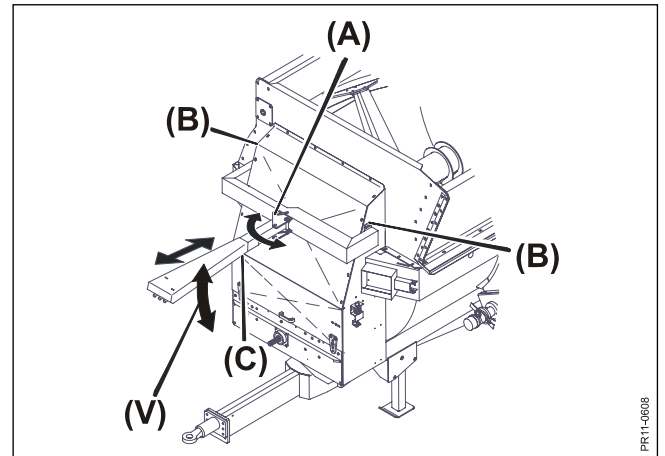

Fig. 4.6
Рис. 4.6 Кронштейн блока управления может быть повернут на 90° после вытягивания штифта (A). Угол (V) может быть изменен путем ослабления 4 болтов (B). Расстояние между кронштейном управления и трактором может быть отрегулировано посредством ослабления рукоятки (C) и перемещения наружного конца кронштейна.